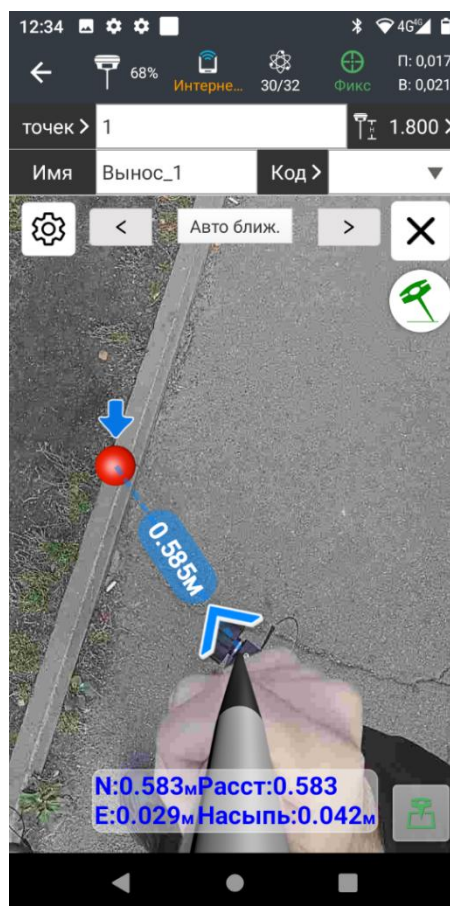

Рис. 2.66
4. По мере приближения к проектной точке активируется **нижняя камера приёмника**, на которой будет видно точку выноса и виртуальное наложение модели остроя вежи (Рис. 2.66).